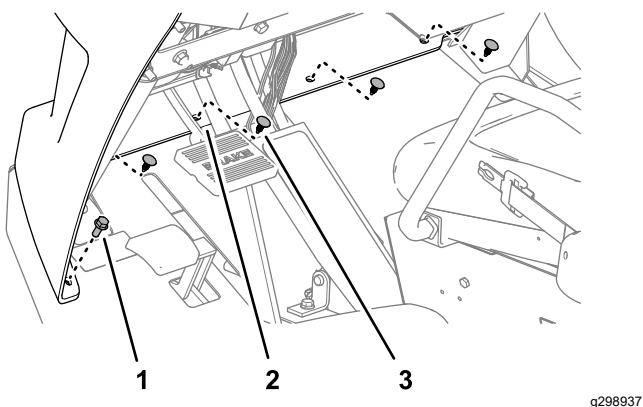

Bild 141
4. Montieren Sie den unteren Flansch der Haube mit vier Eindrückbefestigungen an der Maschine (Bild 141).
5. Befestigen Sie den Flansch mit zwei Bundkopfschrauben ($\frac{5}{16}$ " x $\frac{3}{4}$ ") an der Maschine (Bild 141).